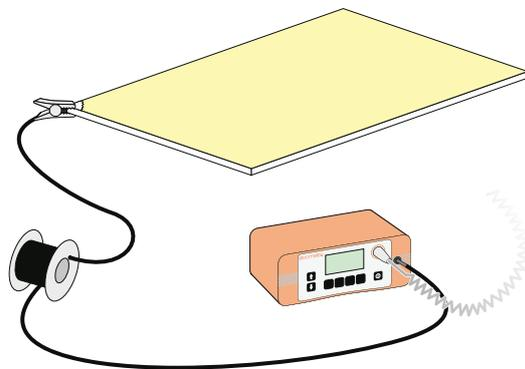

図2
- 2 アース線のわにロクリップで、試験面の下地が露出している部分を挟みます。もう片方の端を探知器に接続します（図2）。